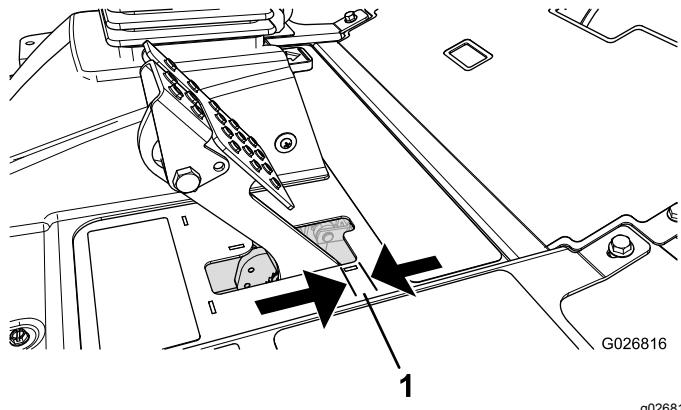

図 86
ブレーキペダルの「遊び」が25mm以上となったり、強く踏み込まないとブレーキの効きが悪いと感じられるようになったら、調整を行ってください図86。遊びとは、ブレーキ・ペダルを踏み込んでから抵抗を感じるまでのペダルの行きしろを言います。
2. 後ナットを締めてケーブルを後方に移動させて、ホイールがロックする前のブレーキペダルの遊びが6.3~12.7mmなるよう調整する図86。